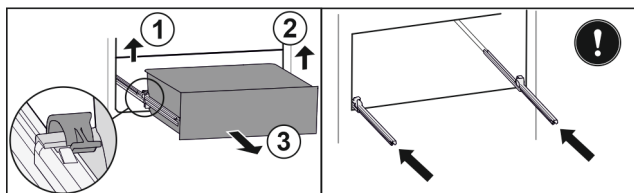

Fig. 118
- Soulever la bride gauche et tirer dans le même temps la partie gauche du tiroir vers l'avant. Fig. 118 (1)
- Soulever la bride droite et tirer dans le même temps la partie droite du tiroir vers l'avant. Fig. 118 (2)
- Retirer le tiroir par l'avant. Fig. 118 (3)